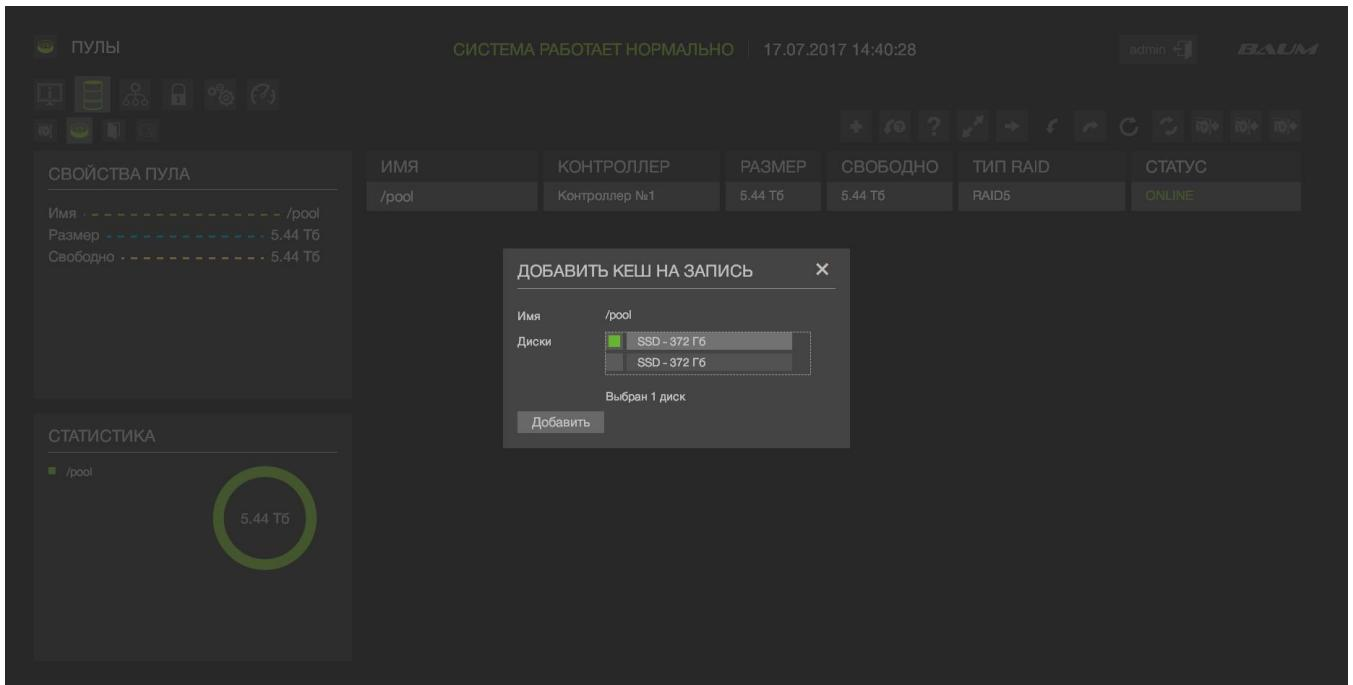

Рисунок 42 – Добавление в массив кэша на запись
- 5) Нажать на кнопку «Добавить»(см. Рисунок 42).